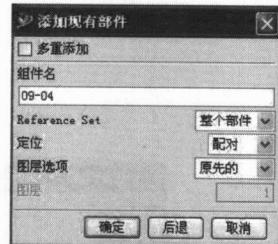

图 1-13 添加现有部件对话框
(2) 在对话框中输入文件名称，单击【OK】按钮，系统弹出如图 1-13 所示对话框，要求用户设置组件的相关信息。取系统默认值，则在装配组件中添加了一个新组件。